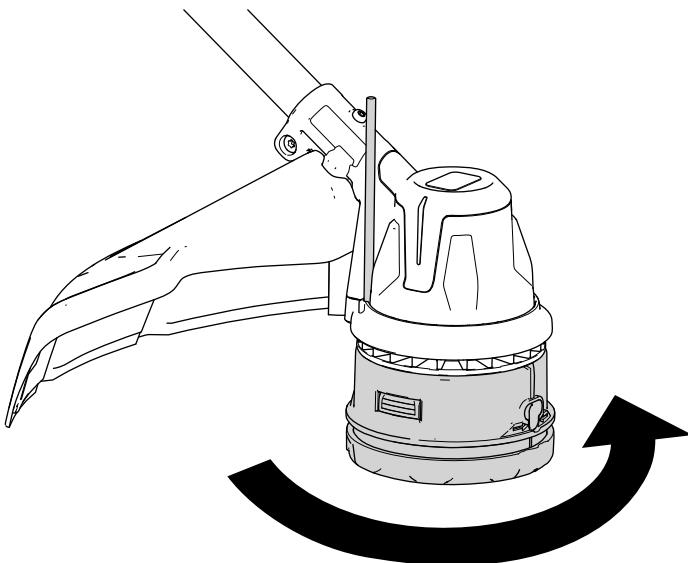

Bild 17
3. Drehen Sie den Freischneiderkopf mit einem Werkzeug, welches den Freischneiderkopf arretiert, gegen den Uhrzeigersinn, um ihn vom Gewinde des Getriebegehäuses zu entfernen (Bild 17).